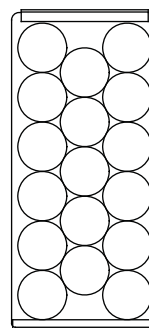

Fig B1
**Compartment à breuvages (à gauche) :** Il sera nécessaire de positionner les canettes en alternance sur les trois clayettes du haut. Cela permettra d'entreposer dix-sept (17) canettes de 355ml (Fig. B) par clayette sur chacune des trois clayettes supérieures et dix (10) canettes sur la partie inférieure (Fig. B1), pour ainsi parvenir à une capacité d'entreposage totale de 61 canettes.